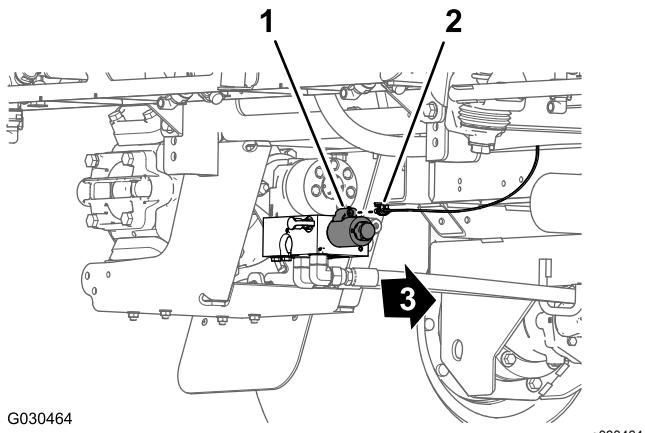

図 27
6. 機体後部、スプレーヤポンプの車軸側で、ポンプ用リレーの2ピンコネクタから、後メインハーネスの2ソケットコネクタを外す図 27。